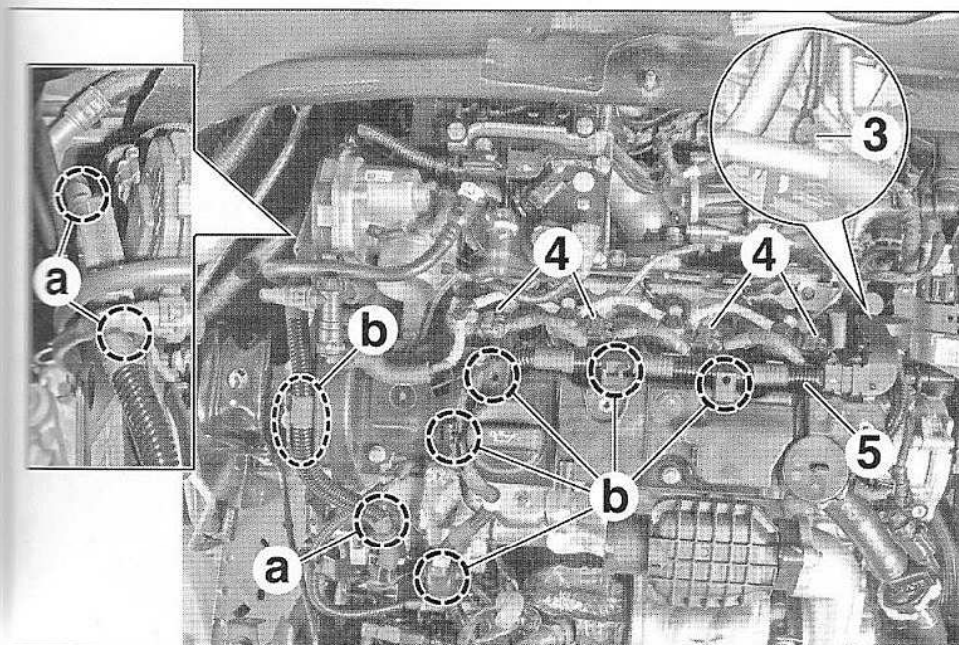

FIG.85
- Déposer la vis (3) (Fig.85).
- Débrancher les connecteurs (4) des injecteurs.
- Dégrafer le faisceau (5) en (a).
- Libérer le faisceau (5) en (b).